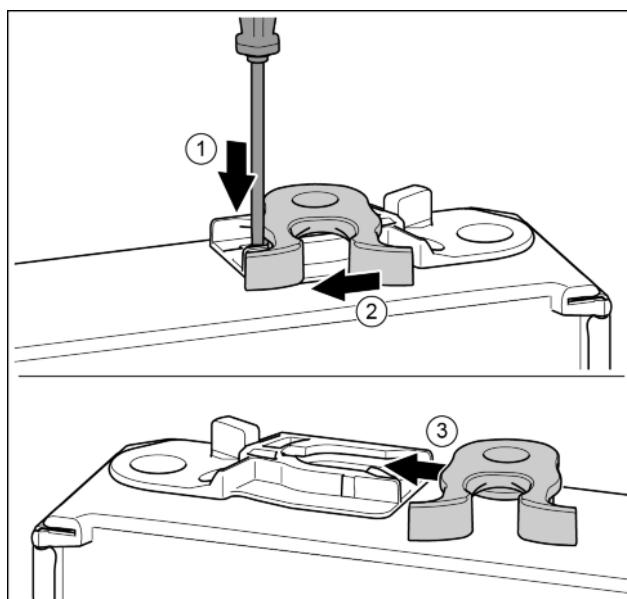

Fig. 18*
- Plochým šroubovákem přitlačte lamelu dolů.* Fig. 18 (1)
- Vytáhněte petlici z vedení.* Fig. 18 (2)
- Petlici zasuňte do vedení na druhé straně.* Fig. 18 (3)